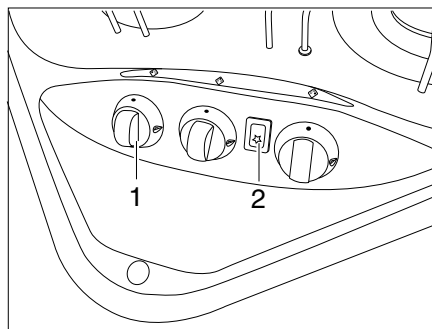
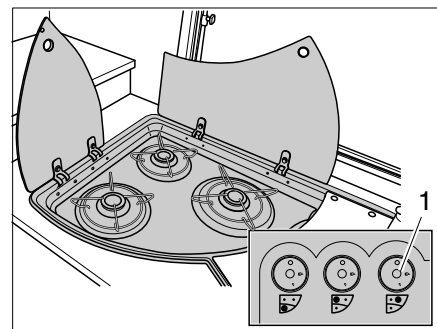

Bild 126 Bedienelemente für Gaskocher
Bild 127 Alternative: Bedienelemente für Gaskocher
- Drehregler (Bild 126,1 oder Bild 127,1) der gewünschten Brennstelle auf Zündposition (große Flamme) drehen.
- Wenn eine Zündtaste (Bild 126,2) vorhanden ist: Funke durch Drücken der Zündtaste erzeugen.